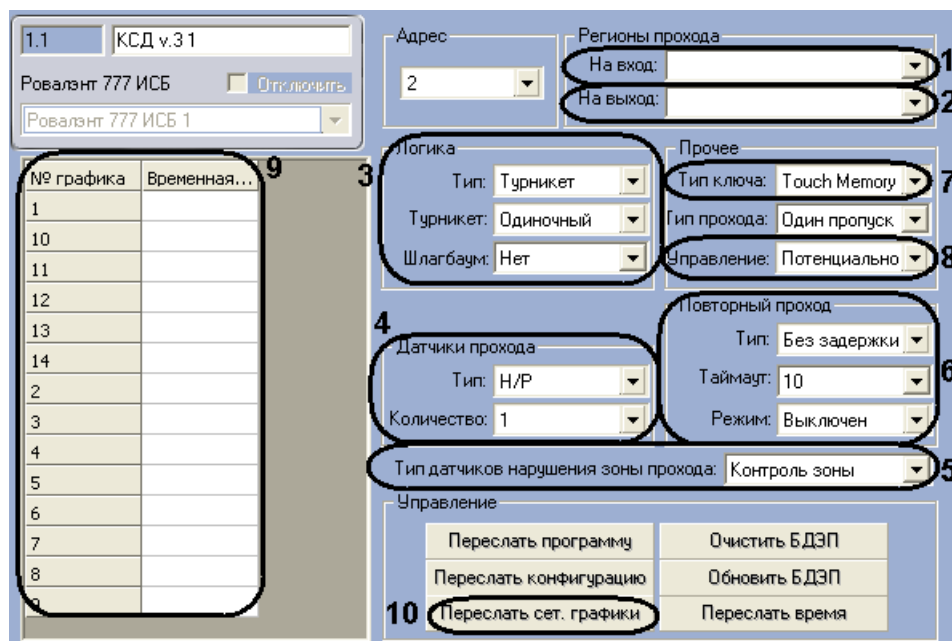

Рис. 3.2—16 Настройка КСД
1. Из списка **Регион на вход** выбрать название раздела, соответствующего территории, расположенной со стороны входа (Рис. 3.2—16, 1).
2. Из списка **Регион на выход** выбрать название раздела, соответствующего территории, расположенной со стороны выхода (см. Рис. 3.2—16, 2).
3. Настроить логику работу КСД в соответствующей группе параметров (см. Рис. 3.2—16, 3):
4. Настроить датчики контроля прохода/проезда: выбрать их тип и используемое количество (см. Рис. 3.2—16, 4).